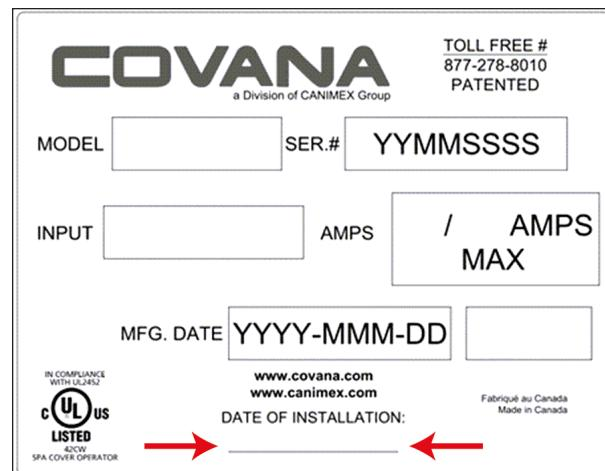

FIGURE 65: INSCRIRE LA DATE D'INSTALLATION
19. **Inscrire la date d'installation sur l'étiquette des spécifications techniques localisée sur l'opérateur**, voir Figure 65.